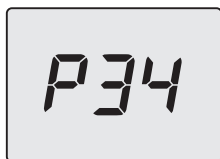

Figura 9.4
- Scorrere i vari parametri utilizzando i tasti 13 (indietro) o 15 (avanti) fino a far apparire sul display LCD le lettere **P34** che si alternano con il valore del parametro (Figura 9.4).